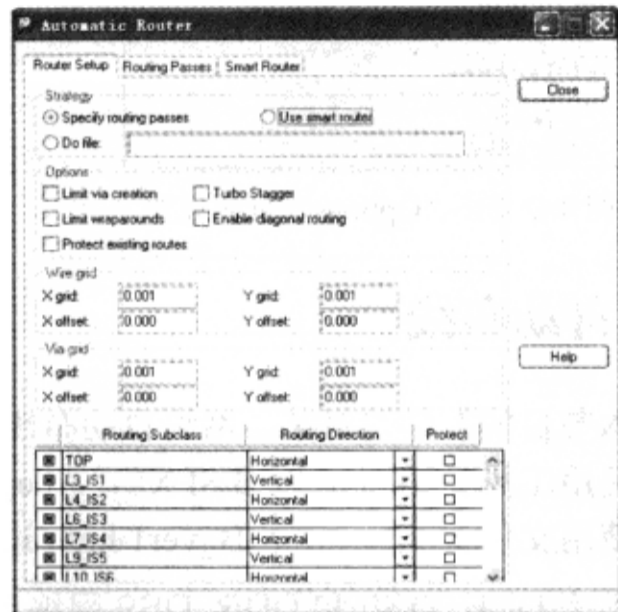

图 4-3-4 “Automatic Router”对话框
(1) 执行菜单命令“Route”→“PCB Router”→“Route Net (s) By Pick”，在工作空间内任意地方单击鼠标右键→从弹出的菜单中选择“Setup”→弹出“Automatic Router”对话框，如图 4-3-4 所示。